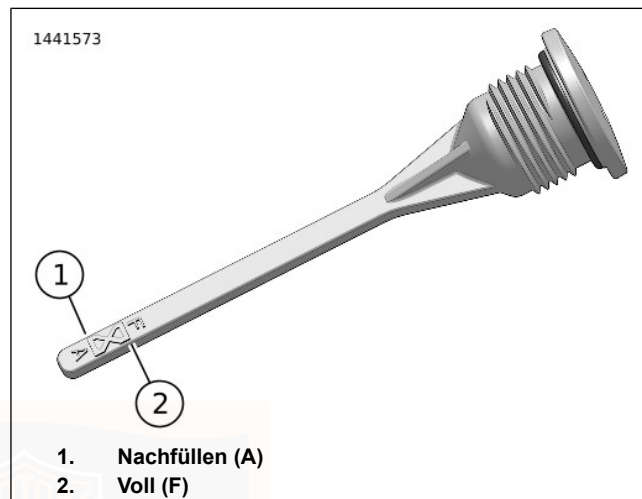

Abbildung 91. Getriebebeschmiermittelstand
4. Siehe Abbildung 91. Einfüllverschlussstopfen/Ölmessstab entfernen. Den Schmiermittelstand auf dem Ölmessstab prüfen. Der richtige Ölstand liegt zwischen den Markierungen Add (A) (1) und Full (F) (2).
1. Siehe Abbildung 91. Den Getriebeeinfüllverschlussstopfen/Ölmesstab entfernen.
6. Den Schmiermittelstand prüfen. Ausreichend Schmiermittel zugeben, bis der Füllstand zwischen den Markierungen A (Hinzufügen) und F (Voll) liegt. Siehe Abbildung 91.